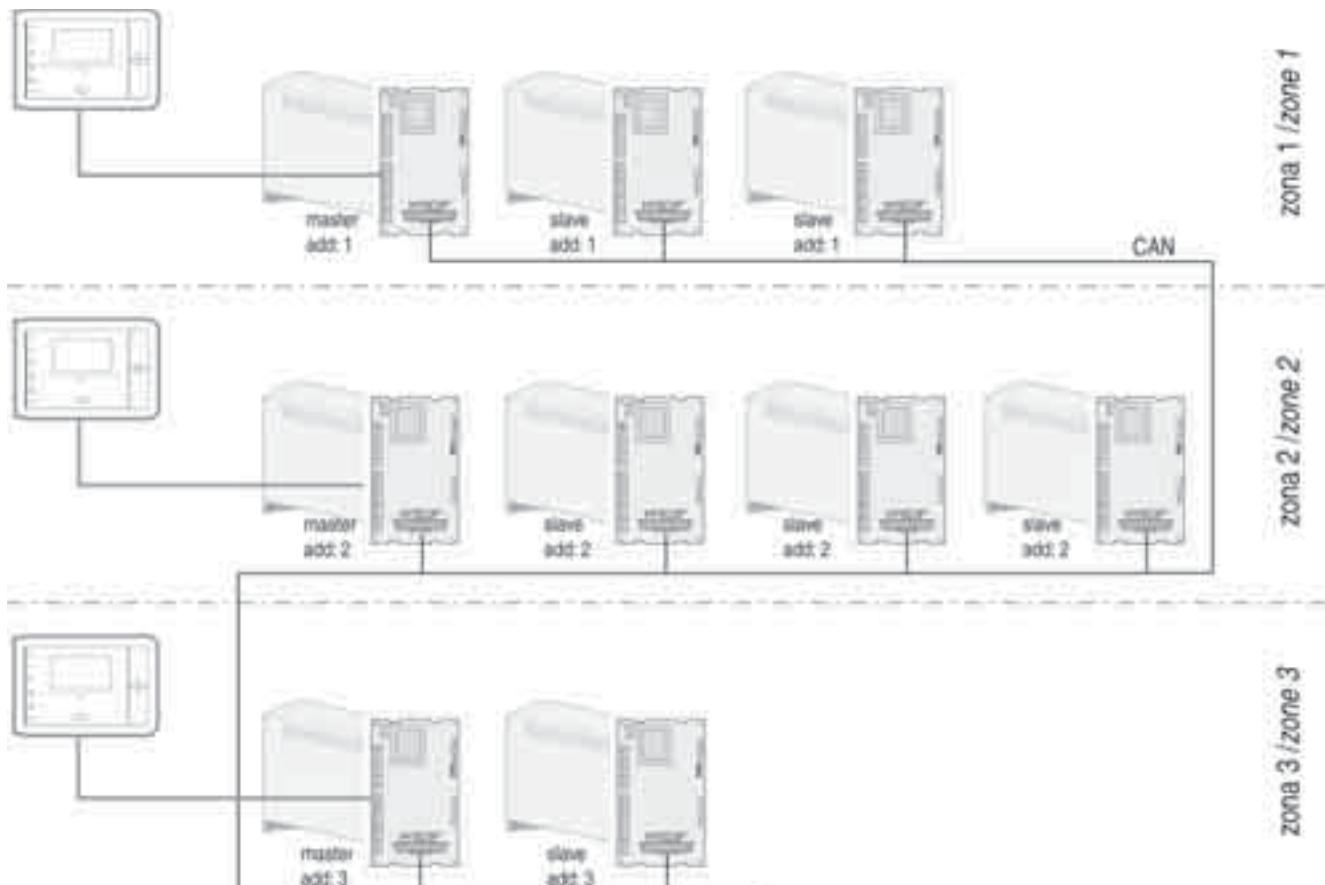

Fig. 3.19
5. Inserire il cavo 8 vie dell'adattatore chiave di programmazione nel connettore IR della scheda e-drofan (Sorgente), vedi Fig. 3.19;
5. Insert the 8-wire cable from the programming key adapter to the IR connector on the e-drofan board (source), see Fig. 3.19;